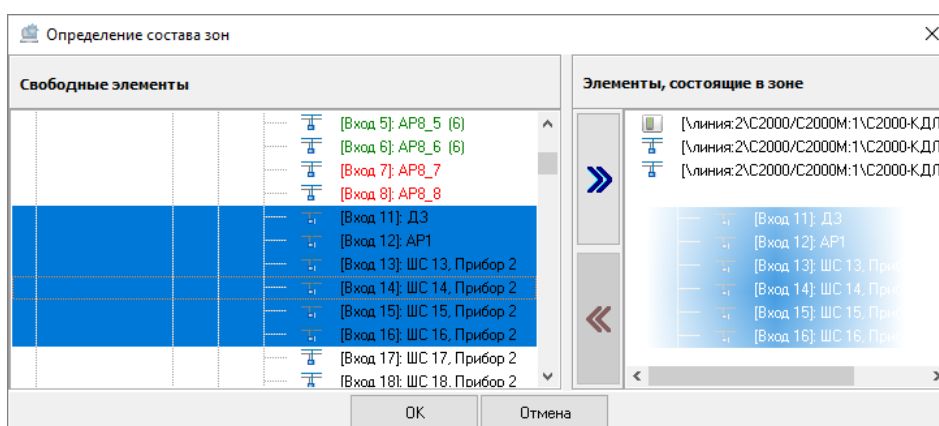

Рисунок 6-371 Привязка объектов системы к системной зоне перетаскиванием
- выделите один или несколько объектов системы в поле «Свободные элементы» (для выделения сразу нескольких объектов системы нажмите на клавиатуре и удерживайте клавишу <Shift> для выбора диапазона или клавишу <Ctrl> для комбинированного выбора) и перетащите выделенные объекты системы в поле «Элементы, состоящие в зоне» (см. Рисунок 6-371).